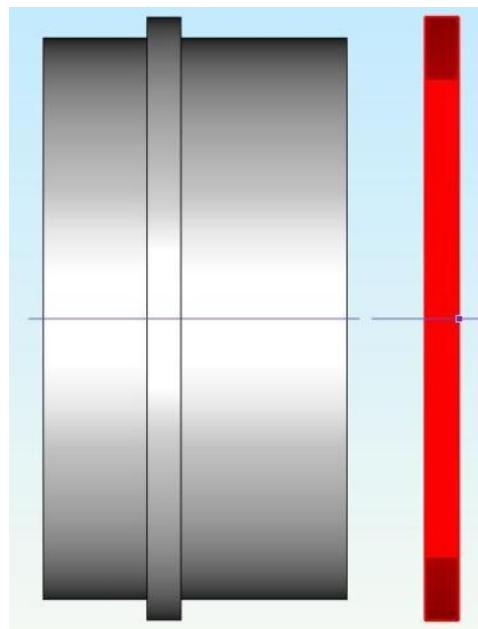

Рисунок 10. Поворот фланца на угол 90°
14. Появиться диалог угол, введите число 90. Фланец повернется на угол 90° (рис. 10).